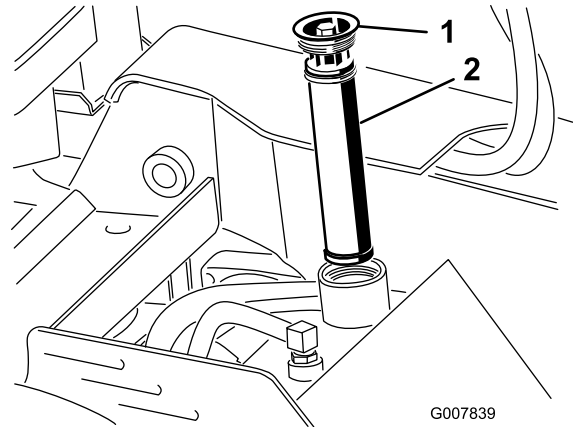

Figura 57
5. Limpe a área no entorno do bocal de enchimento do reservatório hidráulico e remova a tampa e o filtro do bocal de enchimento com chave soquete (Figura 57).